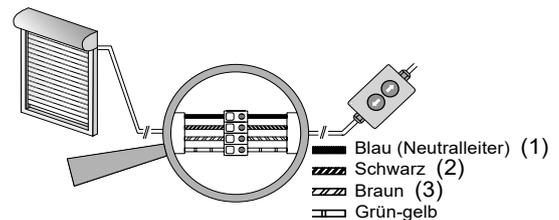

Fig. 6 Anschluss für Montagekabel
- Erforderlich ist ggf. das Einstellen der Endlagen mit Hilfe des elero Montagekabels (siehe Fig. 6).